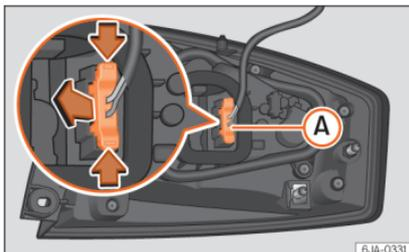

Abb. 99 Leuchtenstecker an der Rückseite der Heckleuchteinheit
- Lösen Sie den Stecker **A** »» Abb. 99 der Leuchte, indem Sie die seitlichen Hebel betätigen (Pfeile) und den Stecker nach außen ziehen.